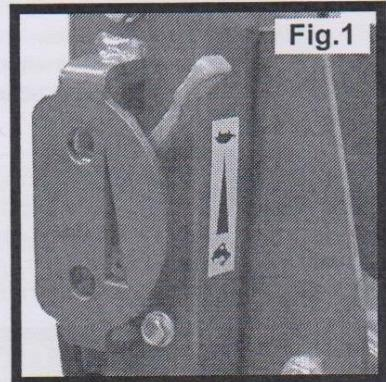
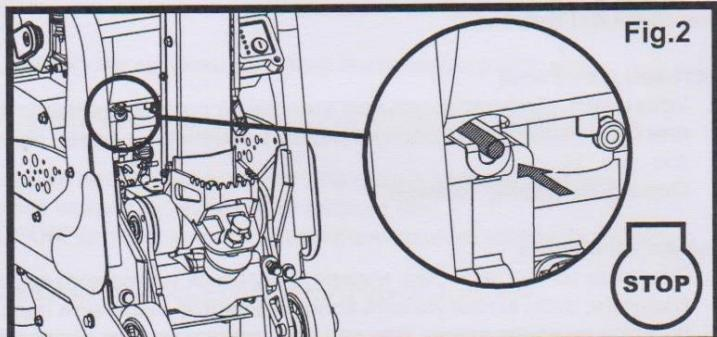

Fig.1
Fig.2
1. Установить рычаг дроссельной заслонки в положение холостого хода (см. рис. 1), затем нажать и удерживать красную кнопку в течение 5 секунд, пока не остановится двигатель (см. рис. 2).
- Установить рычаг дроссельной заслонки в положение холостого хода (см. рис. 1), затем нажать и удерживать красную кнопку в течение 5 секунд, пока не остановится двигатель (см. рис. 2).
- Установить рычаг дроссельной заслонки в положение холостого хода (см. рис. 1), затем нажать и удерживать красную кнопку, пока не остановится двигатель (см. рис. 2).